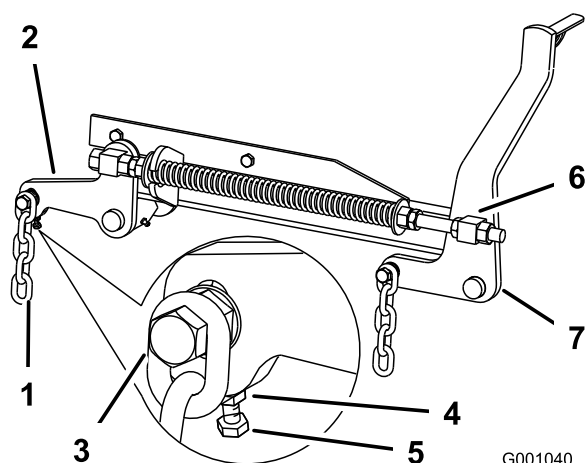

Figura 105
7. Si las medidas realizadas en las posiciones **B** o **C** no son correctas, afloje el perno que fija la cadena trasera al brazo de soporte trasero (Figura 105).
- Afloje la contratuerca situada debajo del brazo de soporte trasero y ajuste el perno de ajuste hasta obtener una medida de 80 a 83 mm; consulte Figura 105.
- Afloje las contratuercas de pivote delantero, en la parte delantera de los pivotes derecho e izquierdo, unos 13 mm (Figura 105).
- Ajuste las tuercas de elevación en el lado izquierdo y derecho de la máquina hasta obtener una distancia de 6 a 10 mm menos en la parte delantera en **A** que en la parte trasera, en **B** (Figura 105).